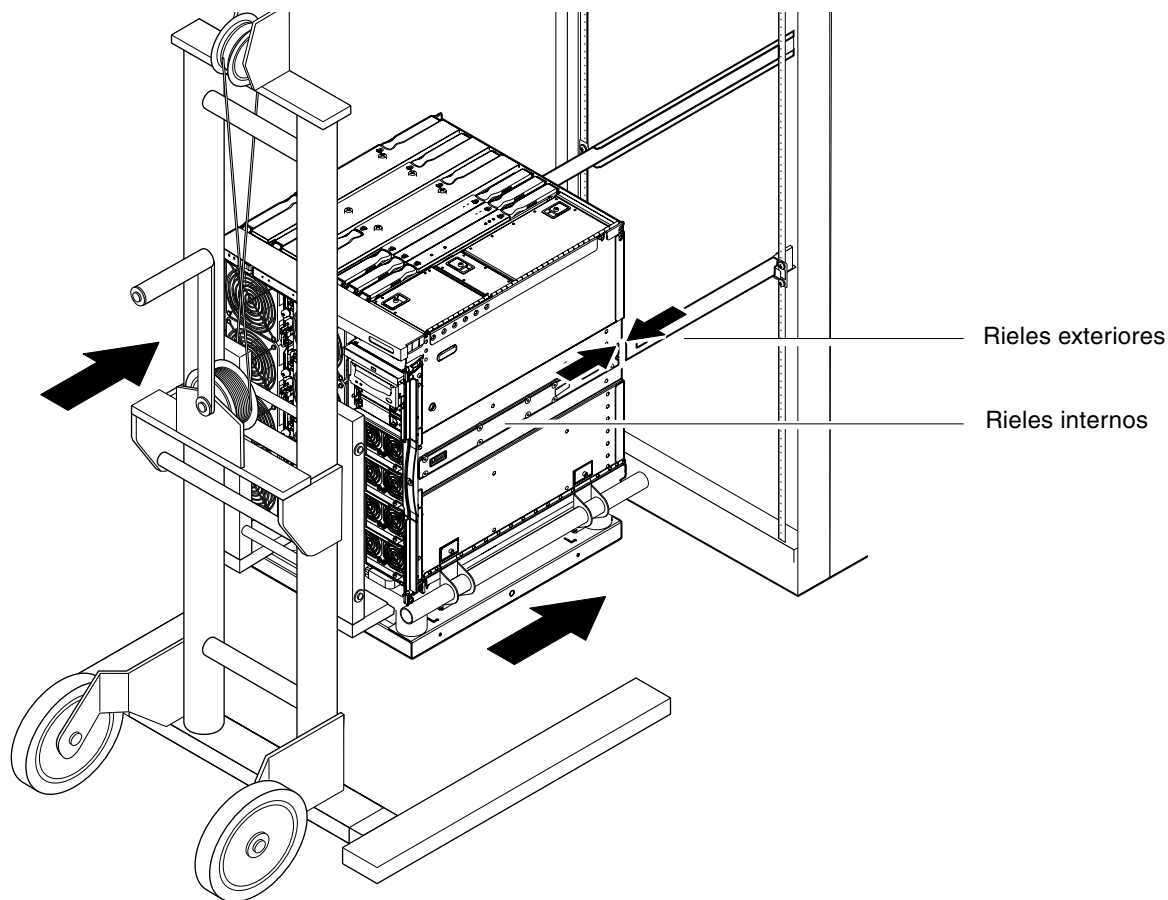

FIGURA 1-9 Alineación de los rieles
6. Mueva con cuidado el dispositivo de carga hacia delante hasta que los rieles del sistema queden completamente encajados en los rieles exteriores del mueble (FIGURA 1-9).